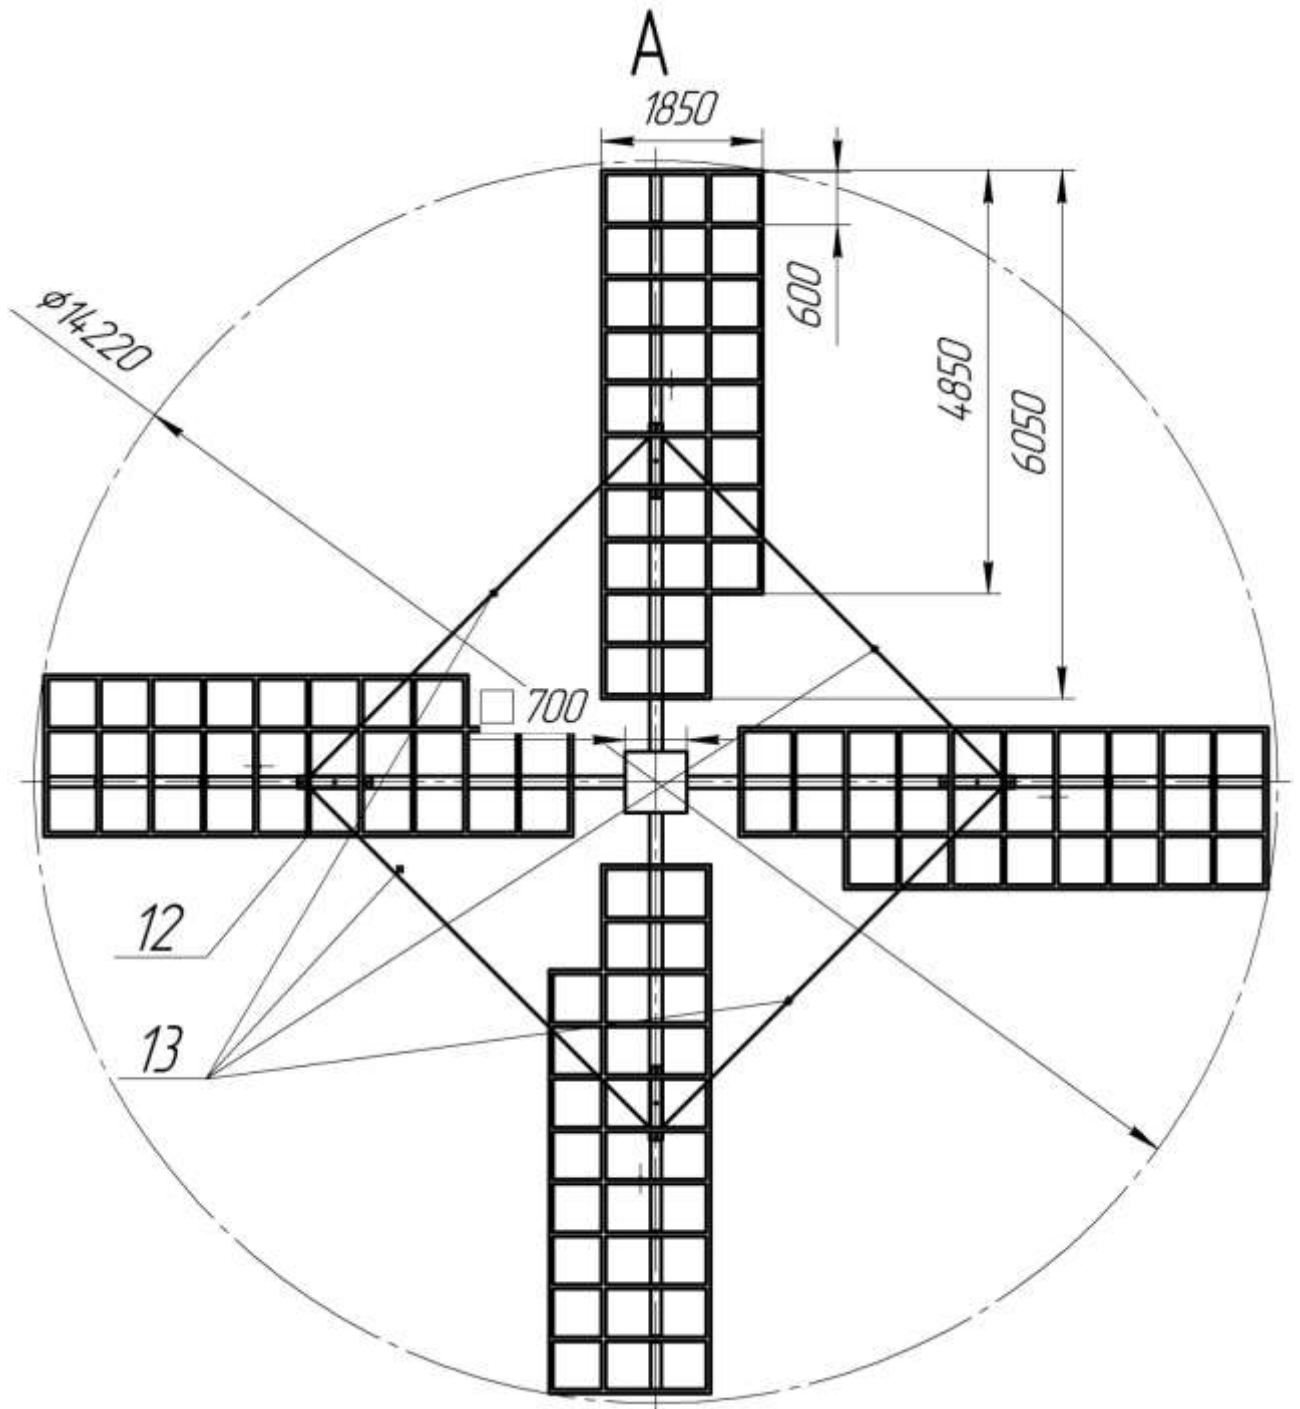

Рис. 1.2 Общий вид крыльев мельницы.
12. Крыло мельницы, см. рис. 1.2
13. Натягивающий трос, см. рис. 1.2